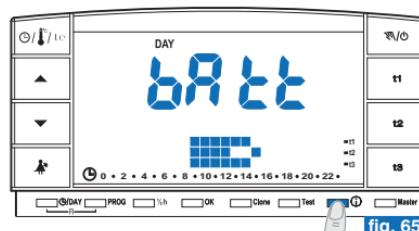
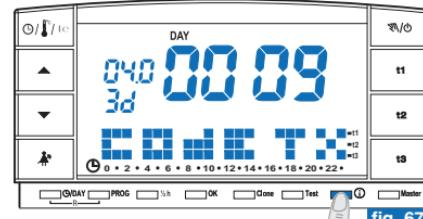

fig. 65
fig. 67
- Sur la page-vidéo précédente, appuyer une autre fois sur la touche ① : le niveau de charge des piles s'affichera sur l'écran (exemple sur la fig. 65).
- Sur la page-vidéo précédente (fig. 65) appuyer une autre fois sur la touche ① : le numéro de série qui est transmis par le chronothermostat à chaque fois qu'une transmission de données a lieu s'affiche sur l'écran (exemple sur la fig. 67).